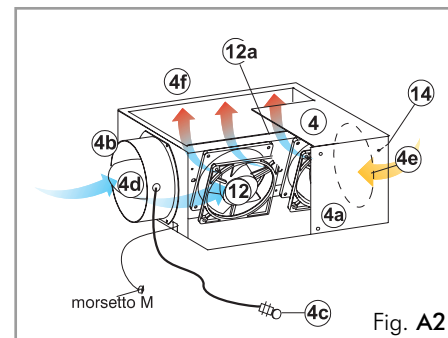

Fig. A2
### Versione VF Ventilazione forzata (fig. A2)
- 14 **sonda** (inserire nella scatola aria fig.A2) (253610) - kit cavi (253560)